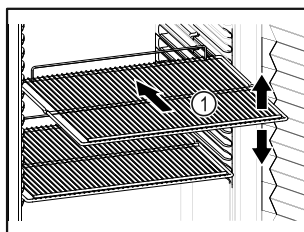

Fig. 30 Przykładowa prezentacja
- ☐ Jeśli ruszty do składowania Fig. 30 (1) są ruchome, należy je ustawić odpowiednio do wysokości.